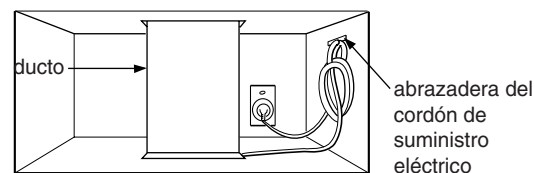

Figura 34
6. Use la abrazadera del cordón eléctrico para amarrar el cordón. Instale la abrazadera del cordón eléctrico, usando un tornillo como se muestra en la Figura 34, al interior del gabinete.